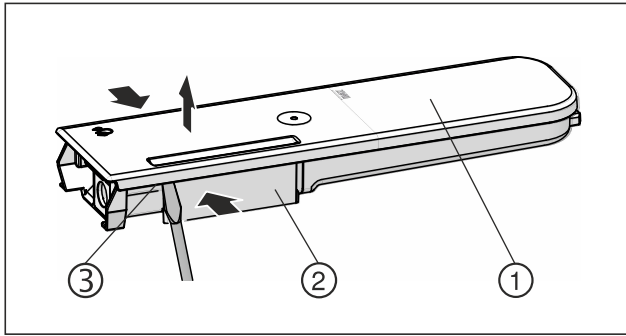

Fig. 165
- ▶ Wasserbehälter Fig. 165 (2) zusammendrücken und Deckel Fig. 165 (1) vorsichtig über die Rastnasen Fig. 165 (3) hebeln und hochziehen.
- ▶ Deckel Fig. 165 (1) leicht hin- und herbewegen und nach oben entnehmen.